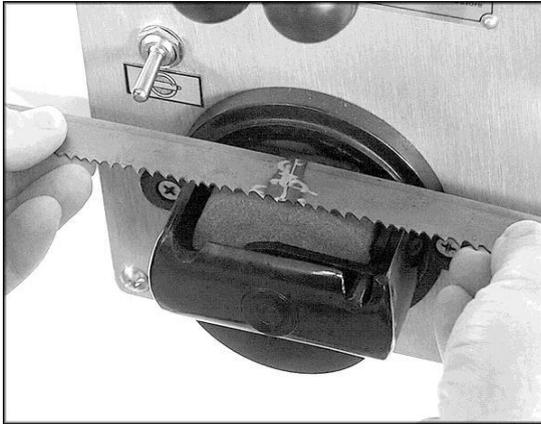
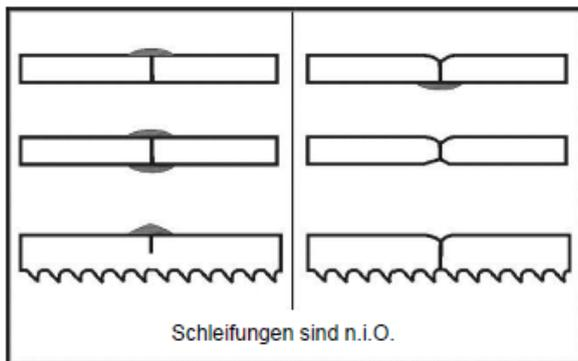

Abb. 20
Abb. 21
6. Der geschweißte Abschnitt muss gleich dick wie der Rest des Sägeblattes sein, andernfalls schleifen Sie überschüssiges Nahtmaterial mit der Schleifmaschine ab (Abb. 20). Abb. 21 zeigt falsche Schleifungen.